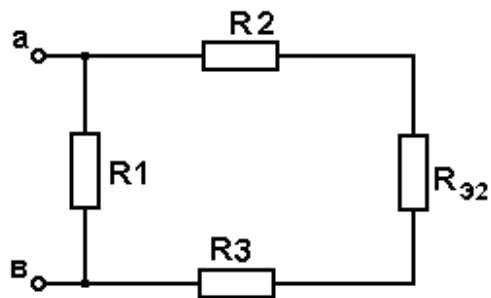

Рисунок 1.14
4. Элементы R_2 , R_3 и второй участок цепи соединены последовательно (рисунок 1.14). Они образуют третий участок цепи. Эквивалентное сопротивление третьего участка цепи